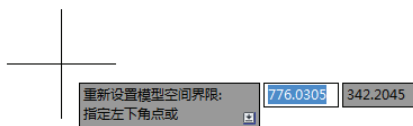

图 2-31 动态输入
(1) 开 (ON) 使绘图边界有效。系统将在绘图边界以外拾取的点视为无效。
(2) 关 (OFF) 使绘图边界无效。用户可以在绘图边界以外拾取点或实体。
(3) 动态输入角点坐标 AutoCAD 2016 的动态输入功能,可以直接在屏幕上输入角点坐标。输入了横坐标值后,输入“,”接着输入纵坐标值,如图 2-31 所示。也可以在光标位置直接按下鼠标左键确定角点位置。